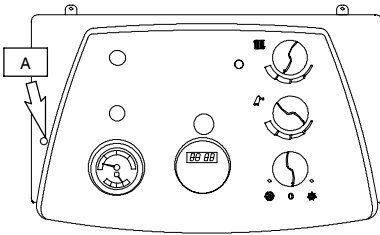

Fig. 4.4
- 7 Dévisser la vis (A – Fig. 4.4) et rabattre en avant le tableau de commande.